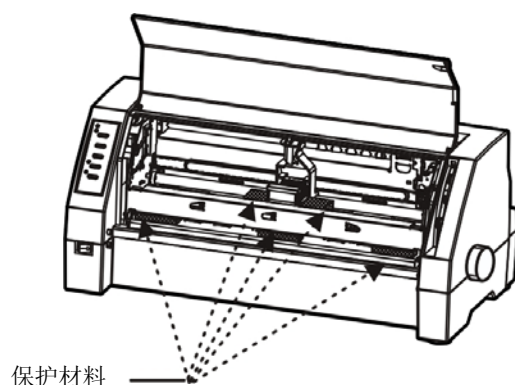

图 2-2 拆除保护材料
1. 打开包装箱，取出打印机，掀起打印机盖，将标示的保护材料拆除（如图 2-2）。